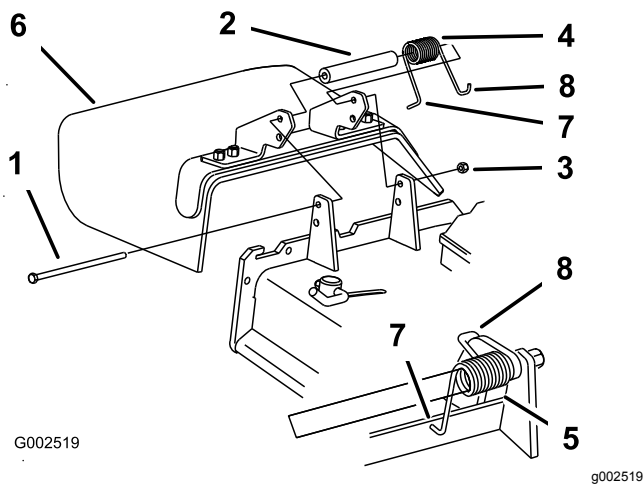

Figura 107
1. Retire a porca de bloqueio, o parafuso, a mola e a cunha que fixam o defletor aos apoios de articulação (Figura 107).
Nota: Certifique-se de que a extremidade em L de mola está montada por trás da extremidade da plataforma antes de colocar o parafuso como apresentado em Figura 107
5. Coloque a extremidade em gancho J da mola em torno do defletor de relva (Figura 107).